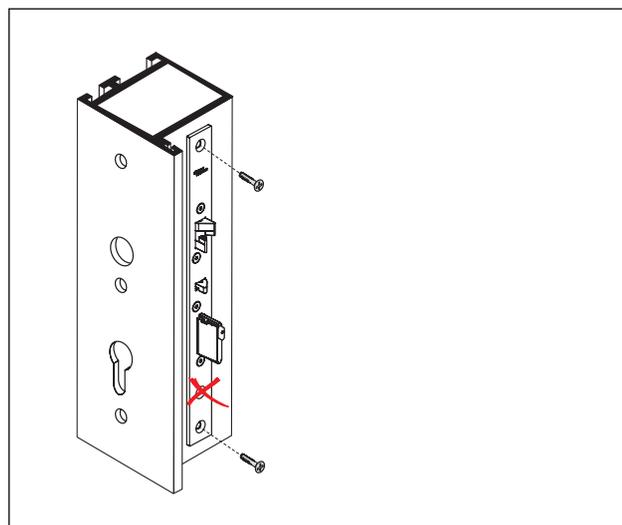

Fig. 17 Screw door lock tight
3. Screw the door lock tight (Fig. 17).